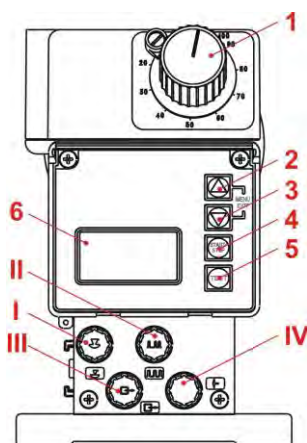

Fig. 5.5 Modèles EMP III E60 et EMP III E60^{PLUS}
La pompe est maniée au moyen de 4 touches (Fig. 5.5, pos. 2, 3, 4 et 5) (voir au « chapitre 9.4 Fonctions des touches »).
L'affichage de service est représenté via un afficheur graphique (Fig. 5.5, pos. 6).